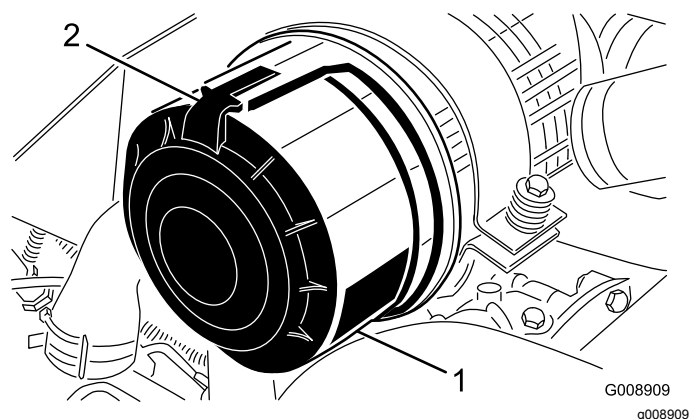

図 87
1. エアクリーナのカバーをボディーに固定しているラッチを外す 図 87。